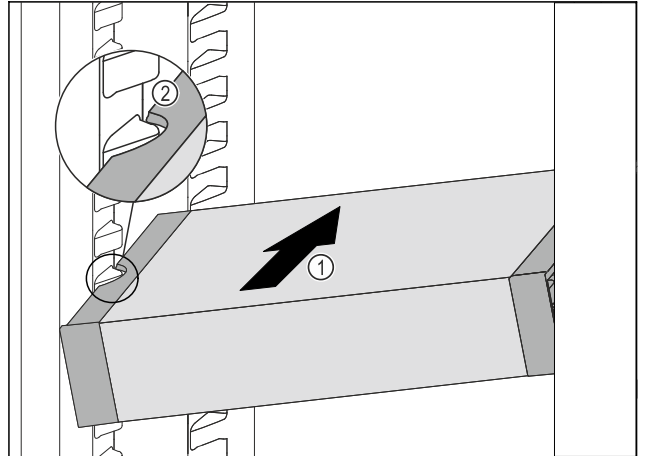

Fig. 161
- ▶ 将 VarioSafe 斜插入冷藏区中 Fig. 161 (1)，直至 VarioSafe 的侧部凹槽 Fig. 161 (2) 与冷藏区中的容器肋梁持平。